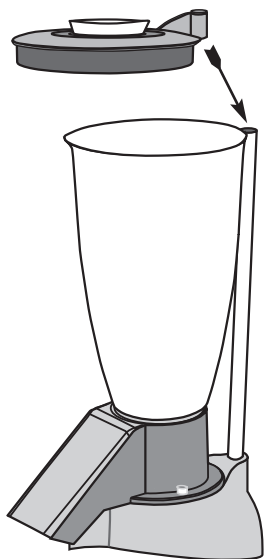
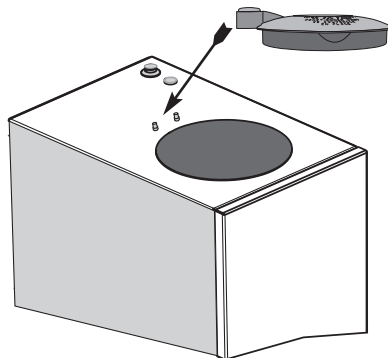

Abb. 5
Abb. 6
- 4 Beim Modell V90 den Deckel einfügen, indem man den Magnetsensor mit dem Ende der Stahlstange in Übereinstimmung bringt (Abb. 5). Beim Modell V100 den Deckel einfügen, indem man den Magnetsensor zwischen die zwei Positionierungsschrauben positioniert (Abb. 6).